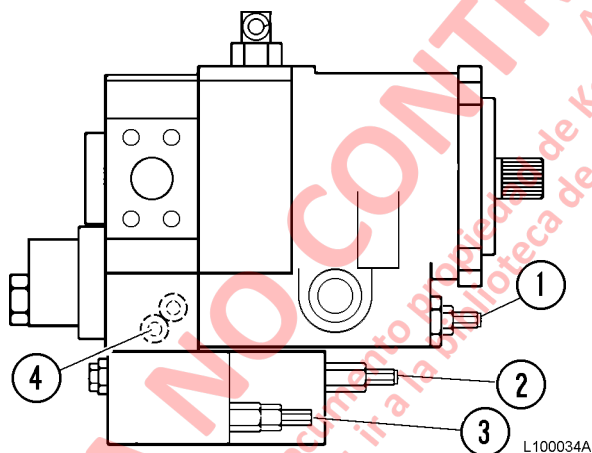
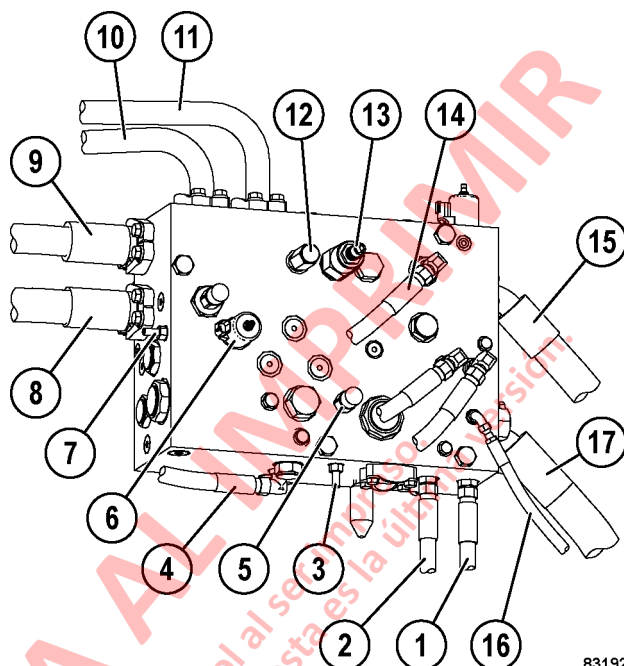

FIGURA 10-9. AJUSTES DE LA BOMBA DE DIRECCIÓN/FRENOS
FIGURA 10-10. MÚLTIPLE de purga
El circuito de dirección puede ser aislado del circuito de freno; liberando primero toda la presión del sistema de dirección, luego aliviando toda la presión de los acumuladores de freno y sacando la línea de suministro del sistema de freno (4, Figura 10-10) del múltiple de purga. Conecte la manguera de suministro de freno y tape el acople en el múltiple de purga, para evitar filtración de alta presión.
3. Instale un indicador de presión preciso a 35 000 kPa (5.000 psi) en el puerto de prueba "GPA" de presión de dirección (4, Figura 10-9), ubicado en el lado de succión de la bomba. Instale un segundo indicador a 35 000 kPa (5.000 psi) en el puerto de prueba "TP2" del múltiple de purga (3, Figura 10-10).
4. Gire el tornillo de ajuste de la válvula de descarga (2, Figura 10-9) a la derecha hasta que toque fondo.
5. Suelte el tornillo de ajuste (3) del compensador girándolo a la izquierda.
6. Arranque el motor y ajuste el compensador de presión (3), para obtener 22 925 kPa (3.325 psi) en el indicador de presión en el puerto "GPA" de la bomba. Apriete el perno de traba del compensador.
8. Suelte completamente el tornillo de ajuste de la válvula de descarga (2, Figura 10-9).
1. Desconecte la línea de retorno del amplificador de flujo (9, Figura 10-10) del múltiple de purga. Conecte el puerto en el múltiple de purga.
1. Con las líneas hidráulicas aun desconectadas de la unidad de control de dirección y de la prueba de filtración del amplificador de flujo, desconecte la línea de retorno de la válvula piloto (14, Figura 10-10), ubicada en el lado del múltiple de purga. Conecte el puerto abierto en el múltiple de purga.
3. Desconecte la línea de retorno del tanque (15, Figura 10-10) del múltiple de purga. Conecte la manguera de retorno de la válvula piloto de elevación, que se sacó en el paso 1, a la línea de retorno del tanque o conéctelo al puerto de llenado del tanque hidráulico. No conecte la manguera de retorno piloto de elevación.
Si la filtración es excesiva, el solenoide de purga (6, Figura 10-10), la válvula de alivio del sistema de dirección (13) o la válvula de retención con piloto, ubicada en la parte superior del múltiple de purga, están defectuosos y se deben reemplazar.
El tornillo de ajuste de carrera de la bomba (1, Figura 10-9) controla el volumen de aceite producido por la bomba de dirección/frenos. El uso de esta función se requiere solo si el camión es operado en faenas a gran altura (más de 3.050 metros (10.000 pies) sobre el nivel del mar). El ajuste de la carrera de la bomba mejora la succión de entrada de la bomba reduciendo su desplazamiento. La succión mejorada, ayuda a evitar daños de cavitación de la bomba.
3. Ubique el tornillo de ajuste de carrera de la bomba (1, Figura 10-9). Suelte las tuercas de seguridad que fijan el tornillo de ajuste.
1. Instale un indicador de presión de 35 000 kPa (5.000 psi) en "TP2" (3, Figura 10-10) en el múltiple de purga de la dirección.